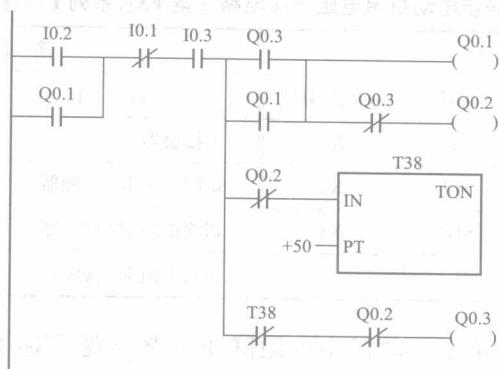

图 15 三相异步电动机Y-Δ降压电路西门子 S7-200 型 PLC 控制梯形图
(2) 三相异步电动机 Y- $\Delta$  降压电路西门子 S7-200 型 PLC 控制梯形图如图 15 所示。